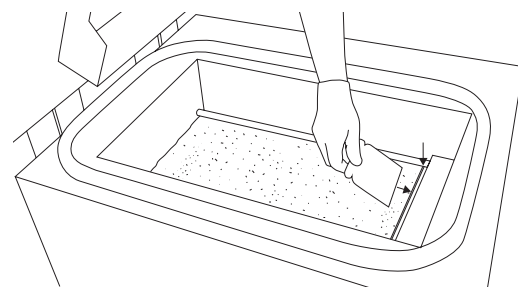

Bild 40. Entfernen des Pulvers vom DRUCKBETT zur ÜBERSCHUSS-KAMMER
- Das restliche Pulver aus dem DRUCKBETT sollte in die ÜBERSCHUSS-KAMMER gelegt werden, indem das Pulver durch einen Spalt auf der rechten Seite der Druckerinnenkammer geleitet wird. Reinigen Sie das DRUCKBETT gründlich von dem restlichen ungesinterten Pulver, einschließlich der Umgebung des BETTES. Dies kann mit einem Spatel erfolgen (Bild 40).